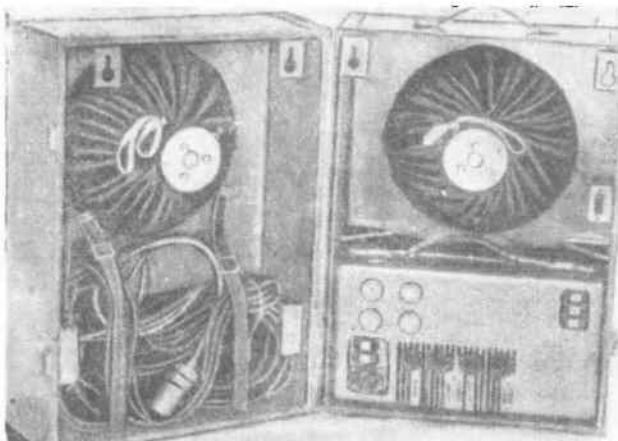

Рис. 3
2), во время работы он устанавливается рядом с кинопроектором, соединяясь с ним шлангами (рис. 3). Ящик громкоговорителя состоит из двух одинаковых половин (рис. 4), в каждой из которых укреплена головка 4Л-28.